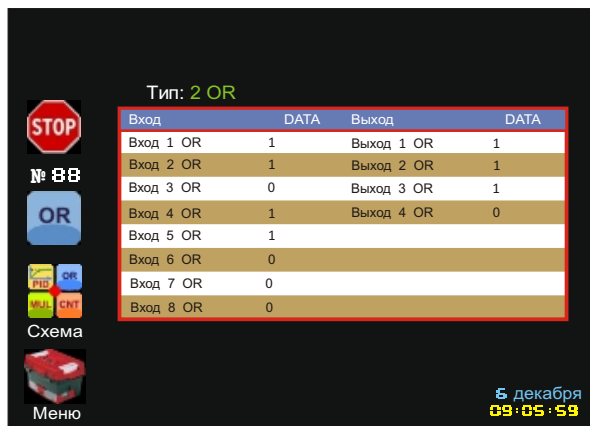

Рис. 69. Меню "Процесс" (Блок "Логическое ИЛИ", тип 2 OR)
Примеры работы блока Логическое ИЛИ смотрите на Рис. 69 - 70, где видно как формируются выходные сигналы при разных его типах.
9.3.9 В меню **Процесс** блок Логическое ИЛИ представлен в виде таблицы, в которой находится информация о состоянии 8-ми входов и 4-х выходов блока в данный момент времени (Рис. 69 - 70). Над таблицей указан установленный тип блока. Над таблицей указан установленный тип блока.